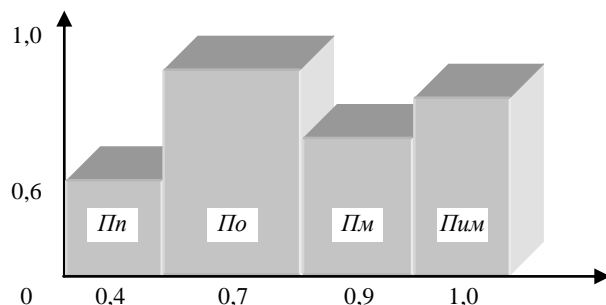

Рис. 11. Пример построения гистограммы уровня технологии
4. Используя указанные коэффициенты весомости показателей, по формуле (8) с учетом среднеарифметической взвешенной рассчитайте уровень технологии.
6. Постройте гистограмму значений показателей и значения уровня технологии данного производства. Пример построения гистограммы представлен на рис. 11.